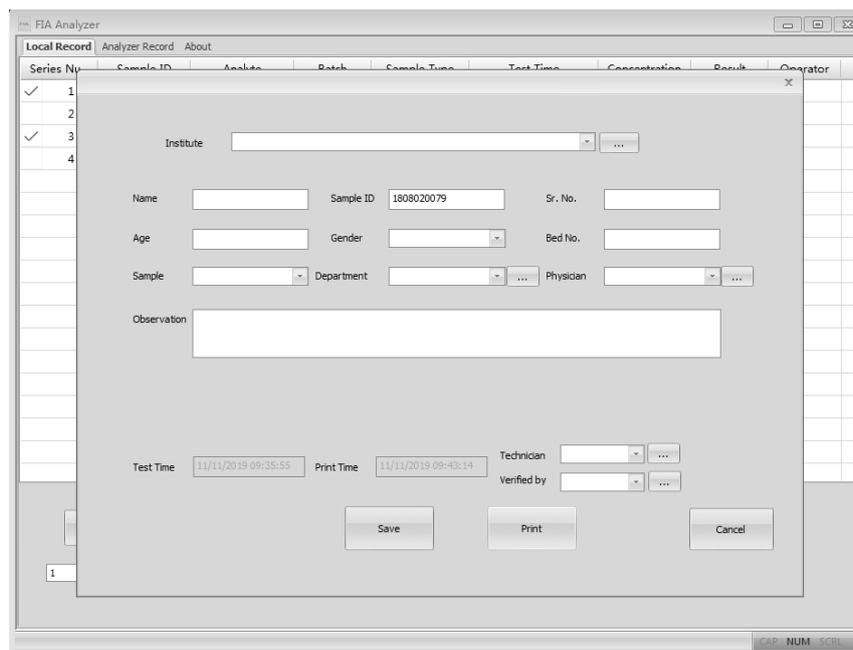

Fig. 44
- **"Impressão"**: Selecione os itens a serem impressos e clique no comando "Imprimir", a tela aparecerá conforme mostrado na Fig 44. As informações sobre o instituto e o paciente precisam ser preenchidas.